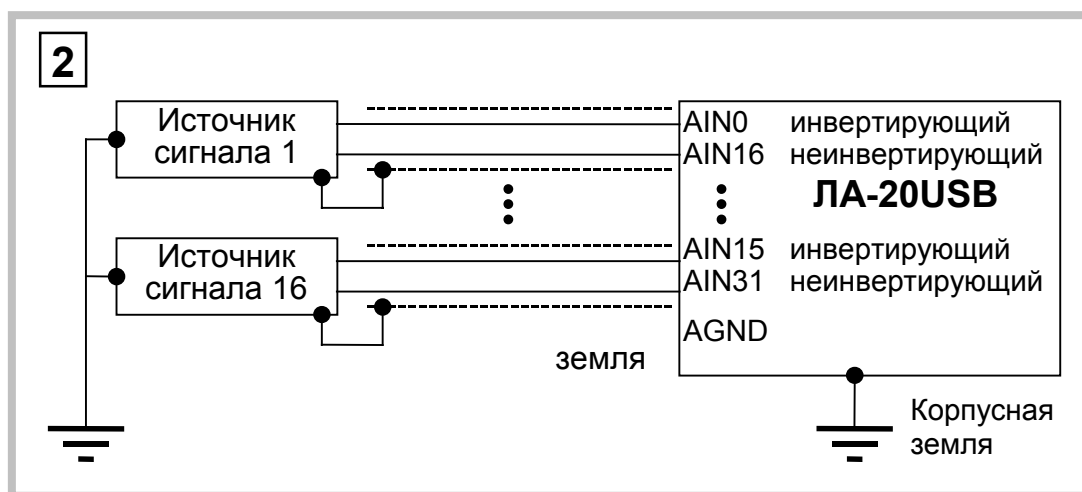

Рис. 7. 8
7.2.2.8.3 В схеме второго варианта (Рис. 7. 8) экран соединительного кабеля заземлен на входе источника сигнала.